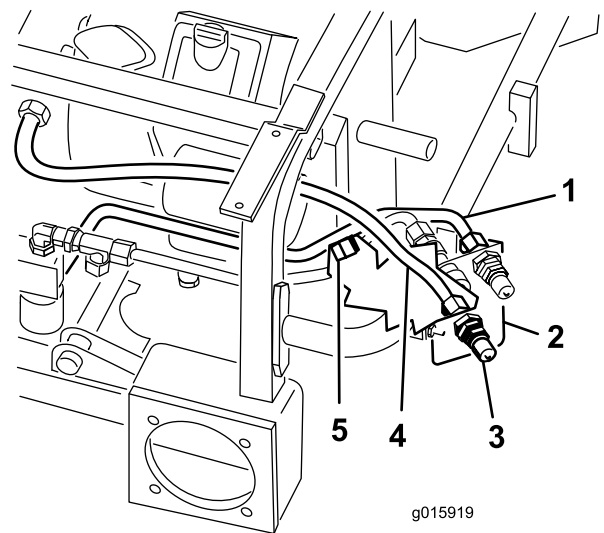

Bild 16
8. Befestigen Sie die Hydraulikleitung (Schlauch) Nr. 5 lose an der unteren Kupplung mit Außengewinde (Bild 16). Das andere Ende des Schlauchs wird in Schritt 10 angeschlossen.